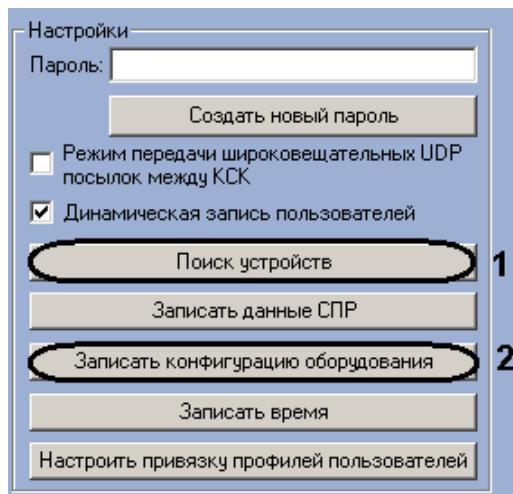

Рис. 3.2-5 Автоматическая настройка подключения контроллеров
1. Перейти на панель настроек объекта **СКУД Elsys** (Рис. 3.2-5).
2. Нажать кнопку **Поиск устройств** (см. Рис. 3.2-5, 1).
3. После получения сообщения в **Протоколе событий** об окончании или ошибке поиска, нажать кнопку **Записать конфигурацию оборудования** для записи установленной конфигурации оборудования в устройство СКУД Elsys (см. Рис. 3.2-5, 2).